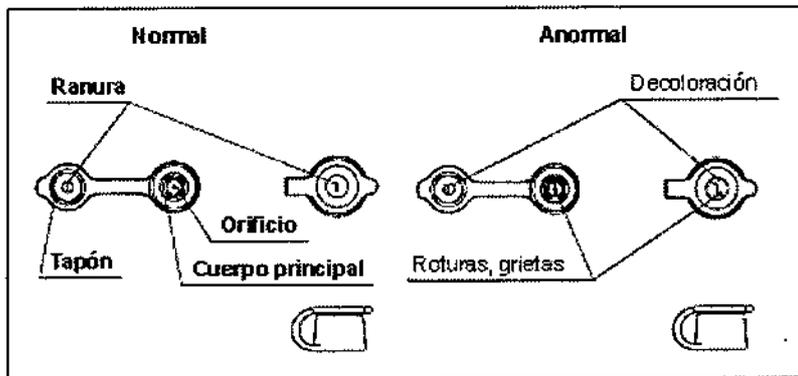

Figura 3.8
1. Asegúrese de que la ranura y el orificio de la válvula de biopsia no presenten roturas, grietas, deformación, decoloración u otros deterioros (véase la figura 3.8).